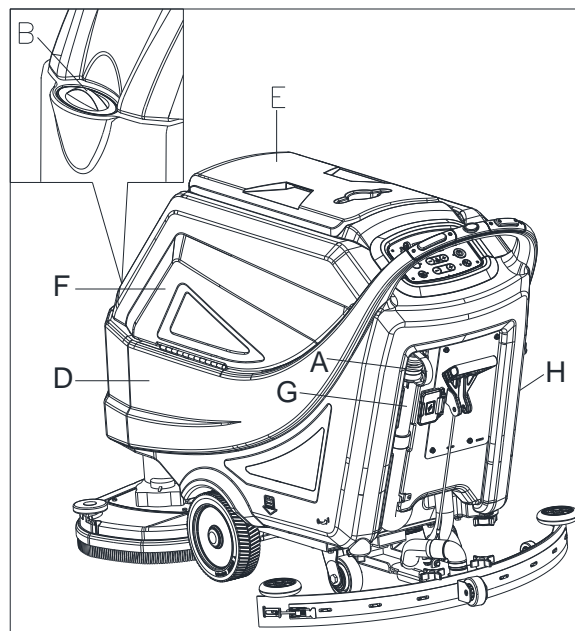

Figura 12
1. Deschideți capacul intrării pentru apă (E, Figura 12).
3. Nu umpleți excesiv rezervorul, consultați indicatorul nivelului de apă (H) în ceea ce privește volumul de apă necesar.